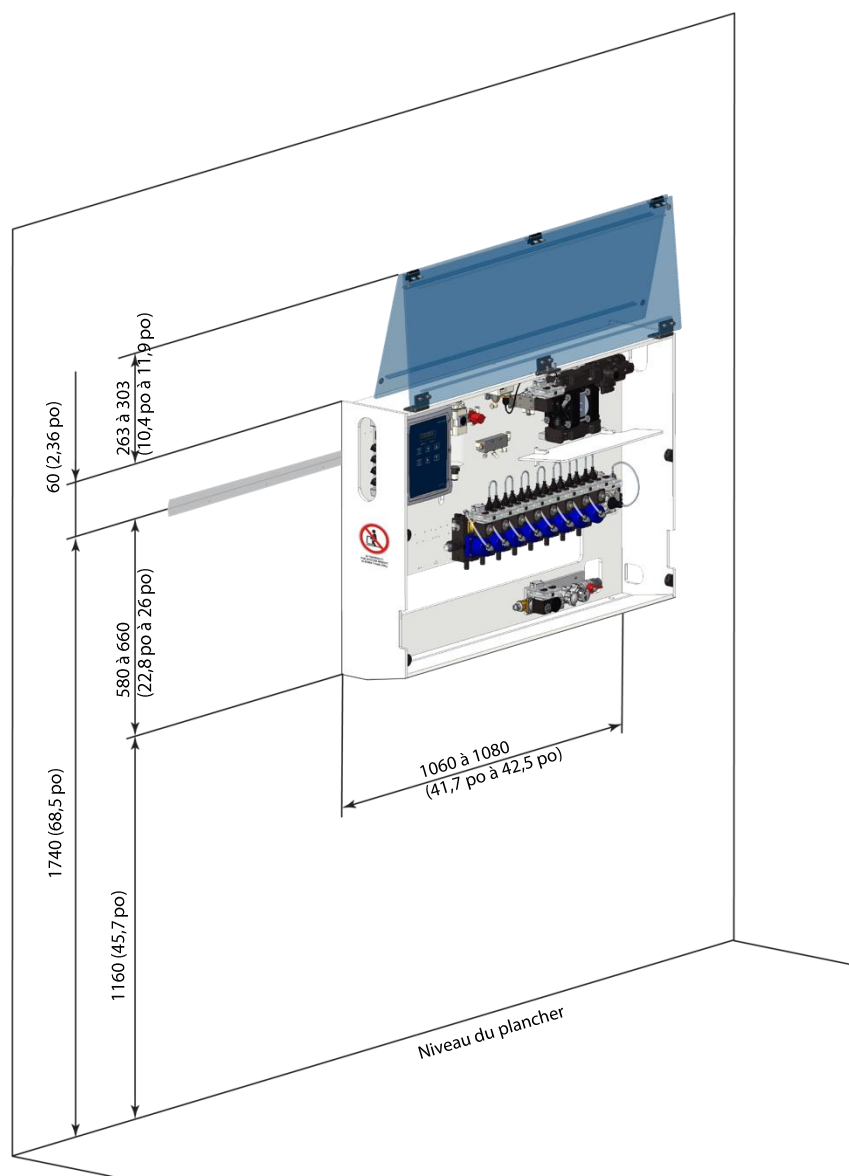

Fig. 2 Montage mural de WashMulti Air
1. Sélectionner un endroit sur le mur où l'unité principale sera aux niveaux des yeux. S'assurer de laisser suffisamment d'espace au-dessus de l'unité pour pouvoir ouvrir facilement le couvercle (Fig. 2 indique la hauteur d'installation conseillée).
4. Suspendre l'unité principale au support. (Fig. 2)